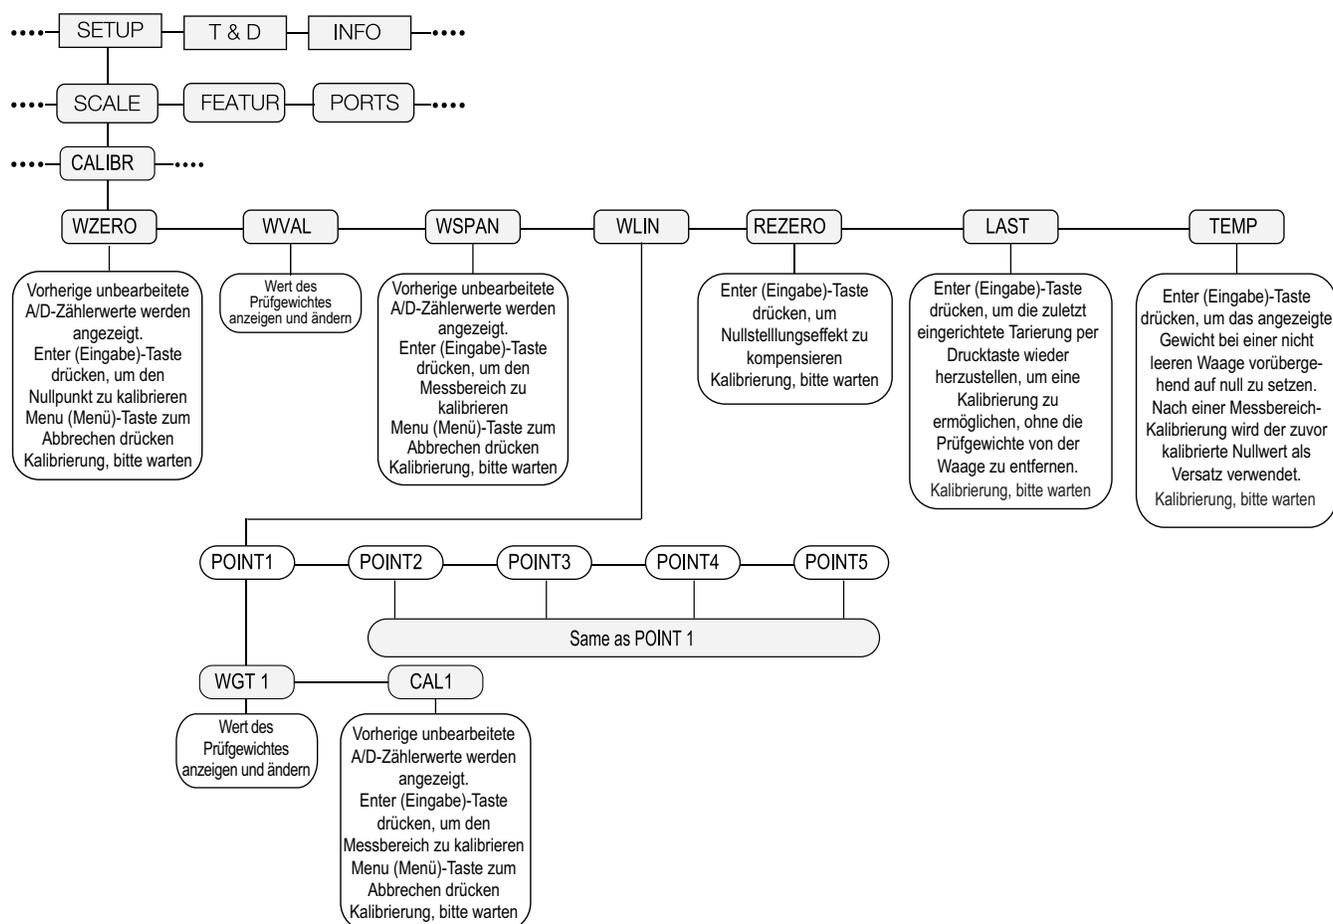

Abbildung 4-1. Menü „CALIBR“ (Kalibrierung)
1. Die Gewichtsanzeige mithilfe des Setup-Schalters an der Rückseite des Gerätes in den Konfigurationsmodus versetzen (siehe Abbildung 3-1 auf Seite 43). Alternativ auf  drücken, wenn das Prüfprotokoll aktiviert wurde, und zu CALIBR navigieren (siehe Abbildung 4-1 auf Seite 71).